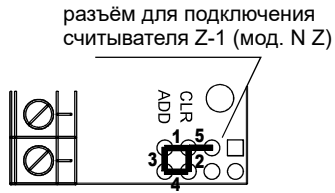
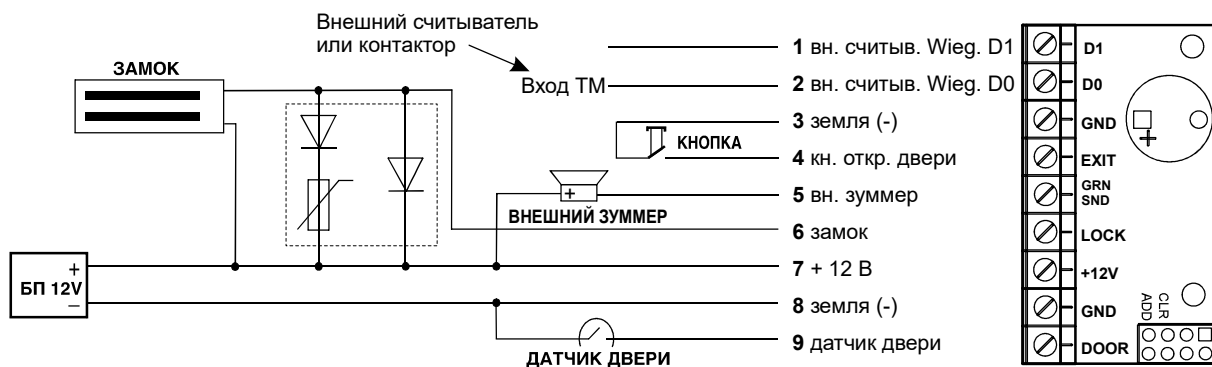

Рис.2 Положения переключки
Рис.5 Схема подключения внешних устройств
В комплект поставки контроллера Z-5R (мод. Wiegand 5000) входит переключатель, которая используется для программирования контроллера (всего пять положений) (см. рис.2).
на напряжение до 14 вольт и рассеиваемой энергией от 0,7 Дж (рекомендуется V8ZA2P) (см. Рис.5).
3. Установите защитный диод (см. Рис.5). В случае, если замок электромеханический, установите переключку в положение 1 (см. рис.2).